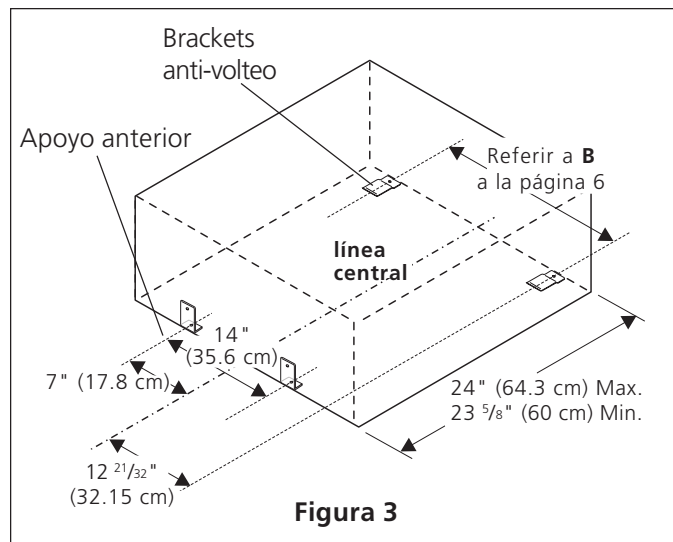

Figura 3
1. Localice los 2 brackets anti-volteo y los 2 apoyos anteriores suministrados como mostrado en la figura 3. Instále los usando los 4 tornillos negros (10-16 X 1¼") suministrados.